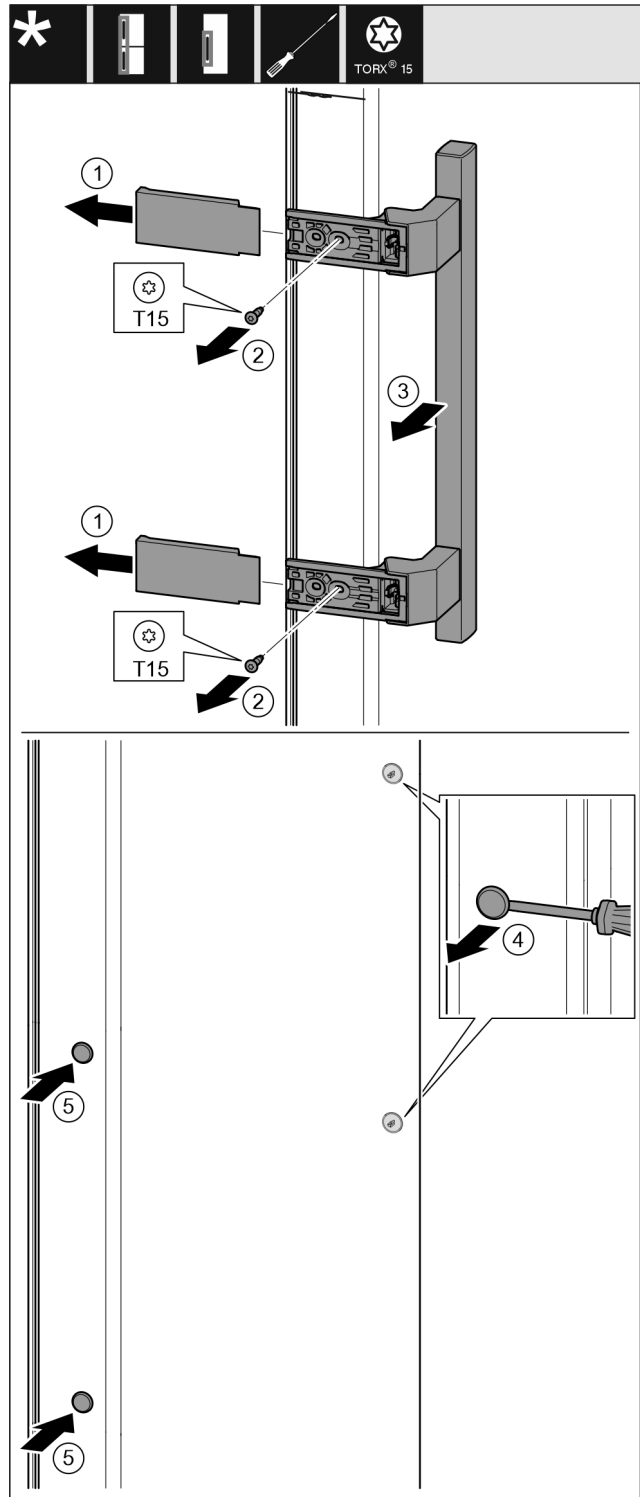

Fig. 11
- ▶ Desprindeți capacul. Fig. 11 (1)
- ▶ Desfaceți și demontați șuruburile cu șurubelnița Torx 15. Fig. 11 (2)
- ▶ Detașați mânerul. Fig. 11 (3)
- ▶ Ridicați și scoateți dopul lateral cu precauție cu o șurubelniță plată. Fig. 11 (4)
- ▶ Montați din nou dopul pe cealaltă parte. Fig. 11 (5)